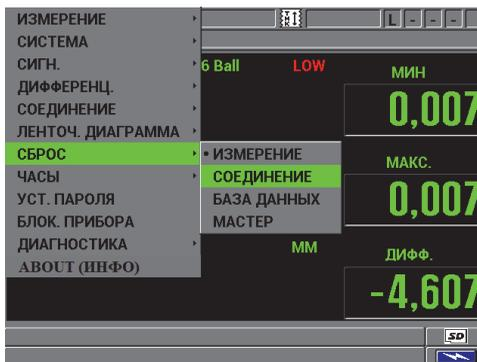

Рис. 8-8 Экран СБРОС СВЯЗИ
1. Нажмите клавишу [SET UP] и выделите СБРОС (См. Рис. 8-8 на стр. 159):